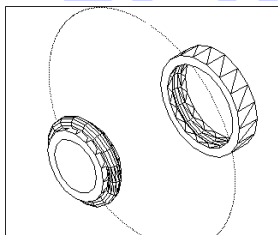

图 15-97
(61) 作圆柱体。单击  按钮或者在命令行直接输入 `cylinder`。底面圆心为 (0, 0, 0)，半径为 30，高度为 19。
(62) 作圆柱体。单击  按钮或者在命令行直接输入 `cylinder`。底面圆心为 (0, 0, 0)，半径为 22.5，高度为 19，结果如图 15-97 所示。